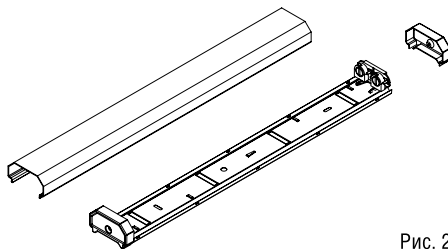

Рис. 2
- Установить светодиодные лампы T8 (в комплект не входят) в ламподержатели. Установить рассеиватель и боковую крышку, закрутить винт (Рис.2).